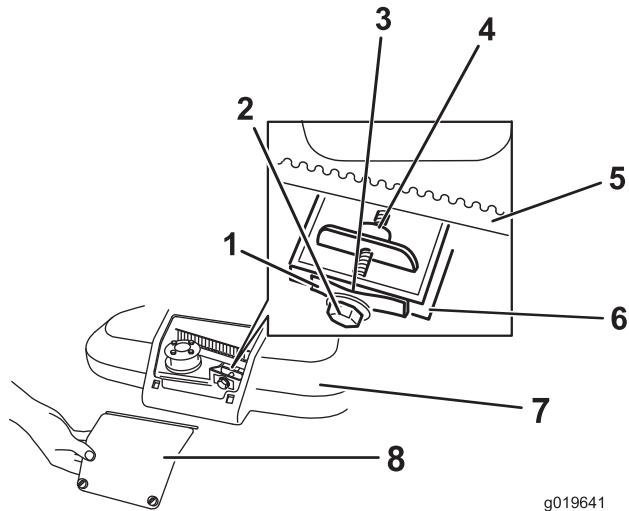

Bild 28
1. Lösen Sie die zwei Schrauben an der Zugangsplatte für die Riemenabdeckung und nehmen die Platte ab (Bild 28).
nur schwer in den Abstand eingeschoben oder herausgezogen werden kann (Bild 28).